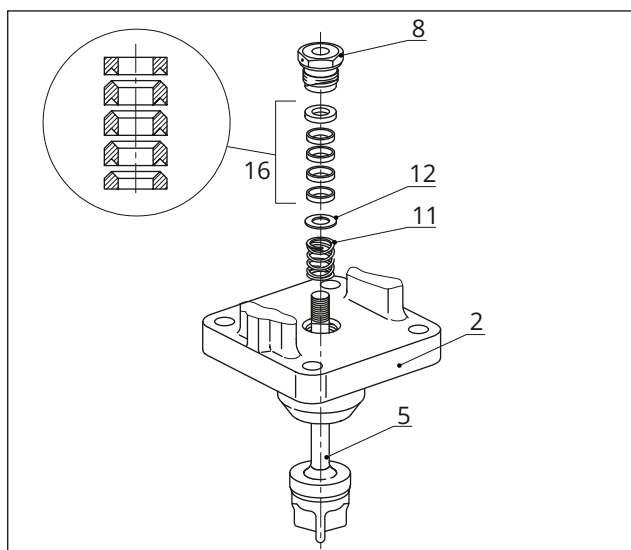

Fig. 26: Empanque standard
mara do empanque utilizando uma ferramenta adequada. Observe a sequência correta (consulte a Fig. 26).
9. Deslize cuidadosamente as peças do empanque através da extensão da haste do obturador para a câmara do empanque utilizando uma ferramenta adequada. Observe a sequência correta (consulte a Fig. 26).
10. Aperte o castelo da válvula com porcas (33) e parafusos (32). Respeite os binários de aperto.
11. Enrosque o casquilho roscado (8) e aperte-o. Respeite os binários de aperto.
12. Aperte frouxamente a contraporca (10) e a porca (9) na haste do obturador